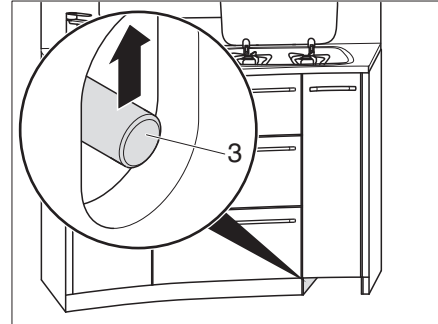

Fig. 127 Sbloccare i cassetti della cucina
- Spingere l'asta di spinta (Fig. 127,3) verso l'alto.